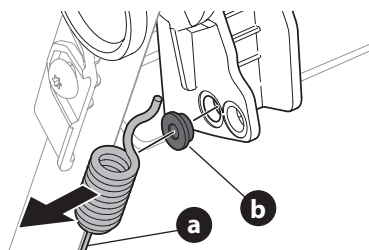

Figura 31
3. Desenganche el cable (a) y extraiga el casquillo de metal (b) de la manija de transmisión plástica (Figura 31).